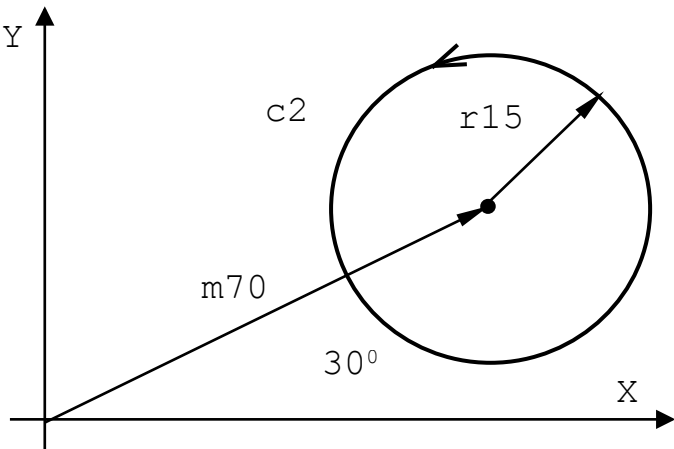

Рисунок 2.84
- окружность с полярными координатами центра и радиуса (рисунок 2.84):